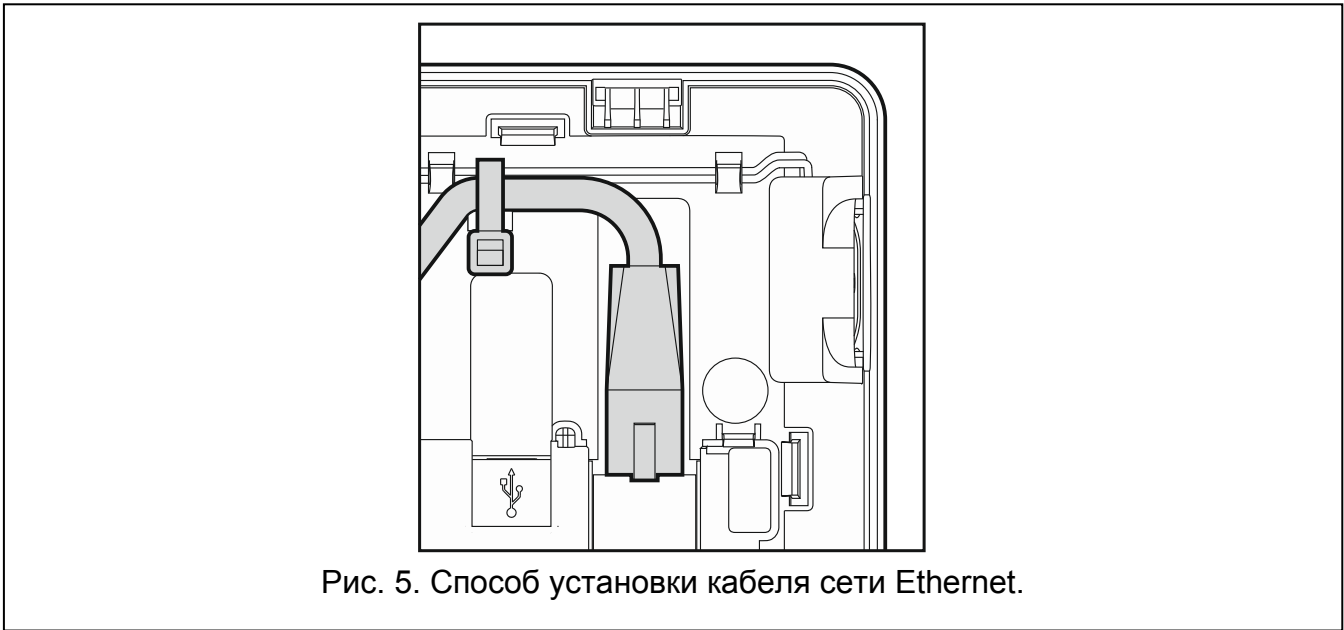

Рис. 5. Способ установки кабеля сети Ethernet.
11. Если клавиатура должна быть подключена к сети Ethernet (должно отображаться изображение с видеокamer), подключите кабель RJ-45 к соответствующему разъему. Используйте кабель, совместимый со стандартом 100Base-TX (такой же, как при подключении компьютера к сети). Рекомендуется использовать сетевой плоский кабель, который более гибкий, и закрепить его с помощью хомута (см.: рис. 5).